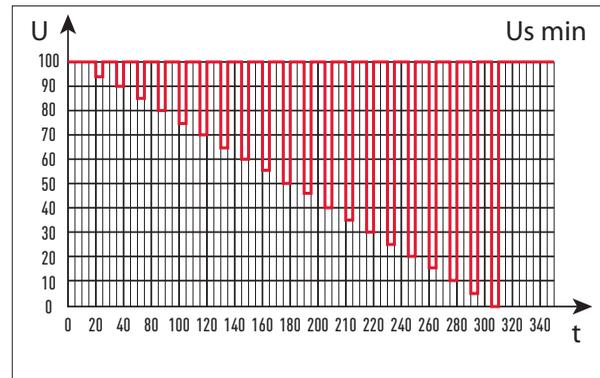

Рис. 3. Встроенная форма импульса сброса нагрузки по ISO-16750-2
- сброс нагрузки при падении напряжения питания. Циклирующий 5%-й спад с последующим восстановлением амплитуды в течение 5 с (рис. 3);